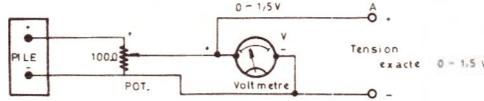
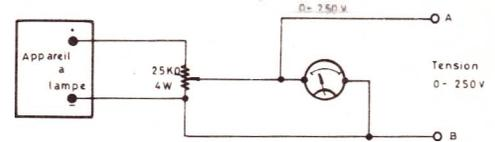

Figure 2
Figure 3
On utilisera, par exemple le montage de la figure 2 qui se compose d'une pile de 1,5 V aux bornes de laquelle on a branché un potentiomètre de 100 Ω (ou toute valeur voisine). Ce potentiomètre consommera un courant relativement faible :
6) Brancher les points A et B du montage de la figure 2, aux points d'entrée + et — respectivement, après avoir, préalablement supprimé le court-circuit.
2) Brancher le montage de la figure 2.
Passer ensuite au réglage de R_{11} de la même manière que dans le réglage précédent, mais avec une tension de 1 V, que le montage de la figure 2 peut donner.
Dans ce cas, le montage de la figure 2 se réalisera selon la variante de la figure 3 où l'appareil alimenté sous 250 V environ est utilisé comme source de tension.
1) Commencer avec R_v (montage figure 2) à zéro. L'aiguille de M sera alors à zéro.